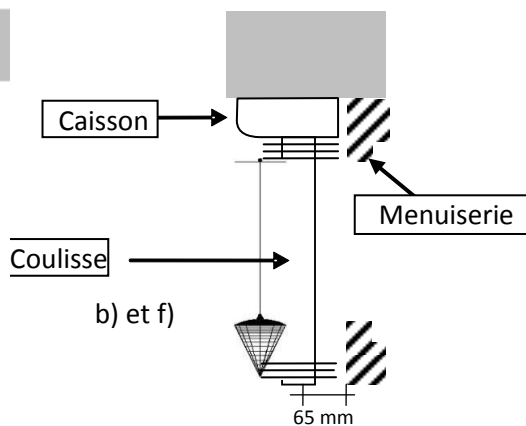

Figure 2
- b) Vérifier l'aplomb frontal de la coulisse de droite (voir figure 2 p.8). Le repérer par traçage.
- f) Vérifier l'aplomb frontal de la coulisse de gauche (figure 2). Le repérer par traçage.